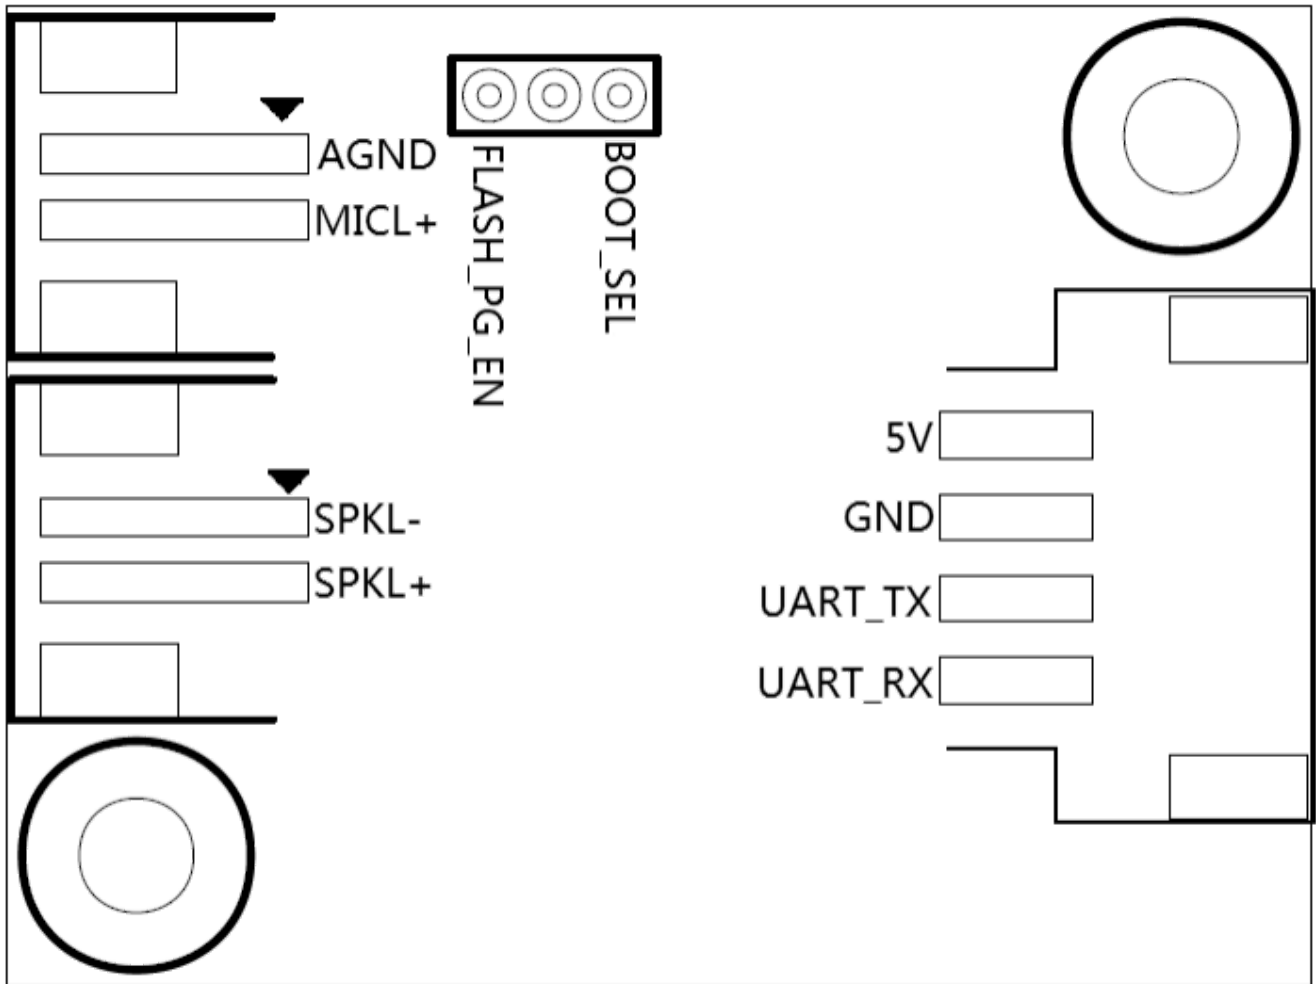

图6 模块引脚图
3. 四线供电和UART接口，采用2.5mm 间距母口，引脚顺序请参考图6。该接口中的UART引脚除了做串口通讯功能外，也可以配置为GP IO口。